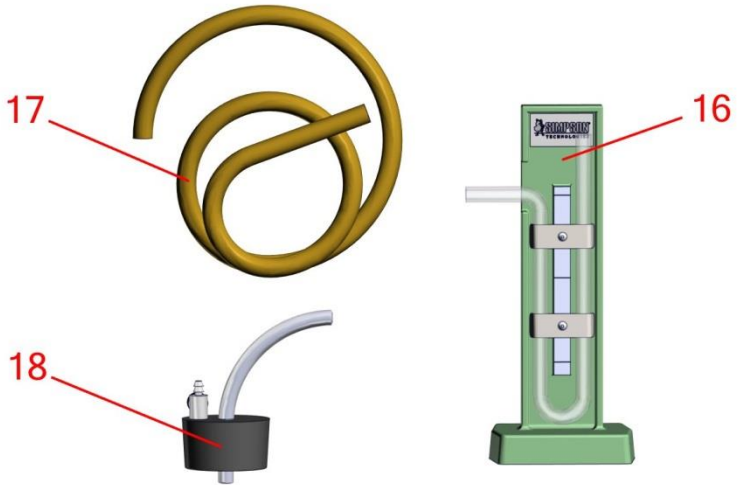

Figura 7: Componentes del manómetro (PN: 0042133)
1. Coloque el Manómetro U-Tube (ítem 16, Figura 7) en una superficie plana.
4. Inserte el tapón de la válvula (ítem 18, figura 7) en el tubo de muestra.
5. Inserte la manguera de goma en la tapa de la válvula en un extremo de la manguera de goma (ítem 17, Figura 7).
12. Abra lentamente la válvula de control (ítem 18.1 , Figura 9) en la tapa de la válvula (ítem 18 , figura 7) para que el tambor descienda lentamente.